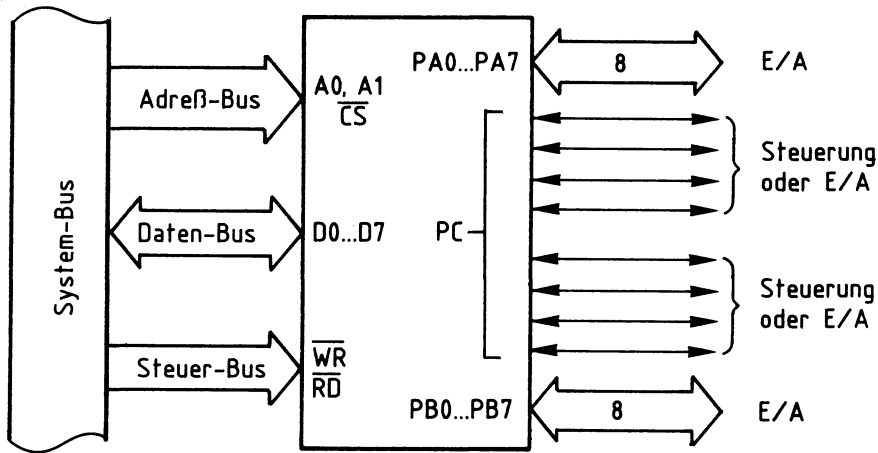

Bild 7: Grundfunktionen des 8255 in Betriebsart 1
- Betriebsart 1:** Die Ports A und/oder B werden als Eingabe- oder Ausgabe-Port betrieben, wobei jedem der beiden Ports vier Leitungen des Ports C als Steuer- und Quittungssignale mit festgelegter Funktion zugeordnet sind (Siehe Bild 7).
Bild 7 zeigt die grundsätzlichen Einsatzmöglichkeiten des Schnittstellenbausteins 8255 in der Betriebsart 1 und seinen prinzipiellen Anschluß an den System-Bus des Mikrocomputers.